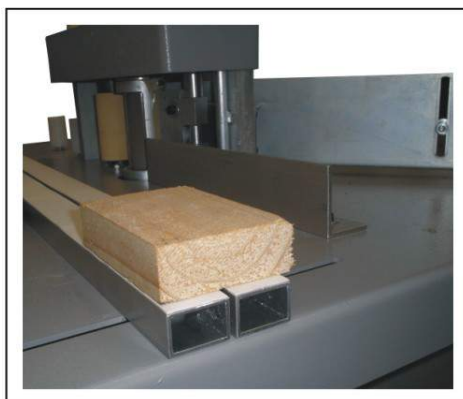

Fig. 16
- ✓ Pegue o objeto a ser colado à borda e apoie sobre as réguas fig. 16.